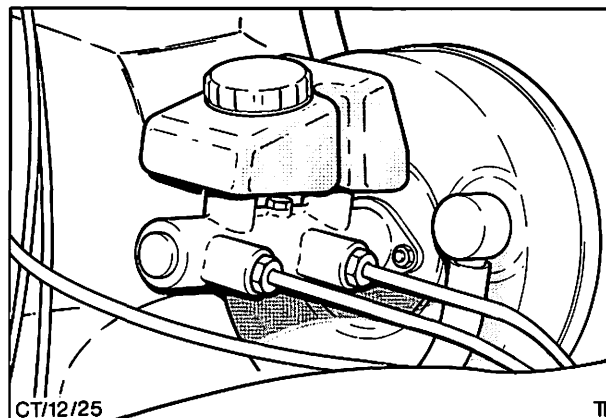

Abb. 85 Hauptzylinder und Bremsverstärker komplett
12. Bremsverstärker und Halter kompl. in Einbaulage bringen und mit Federringen und Muttern (4) befestigen.
14. Bremsrohrleitungen am Hauptzylinder anschließen, Abb. 85.